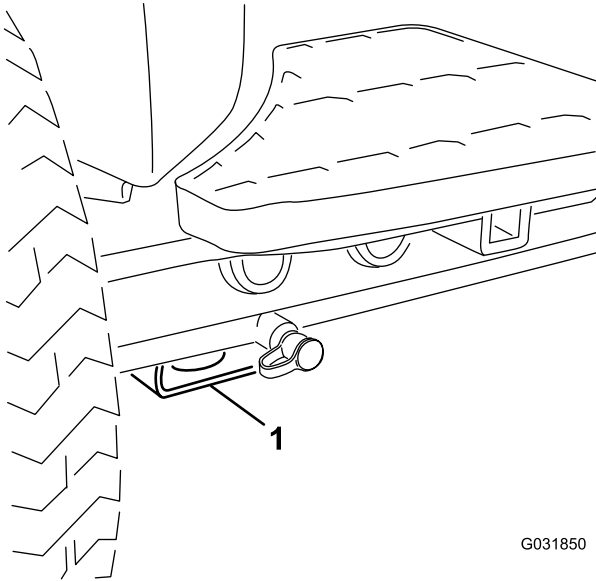

Bild 44
- **Vorderseite der Maschine:** Loch im rechteckigen Polster unter dem Achsenrohr in jedem Vorderreifen (Bild 44).